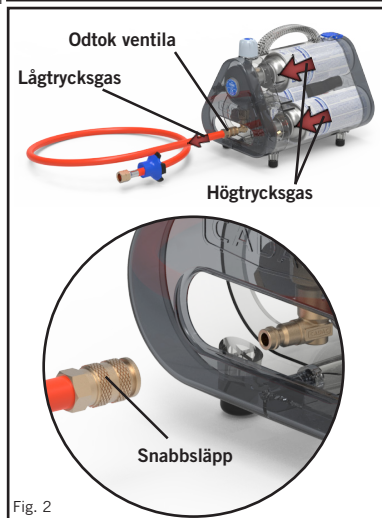

Fig. 2
- Se till att slangen är ordentligt ansluten till Power Pak-uttaget (Fig. 2).